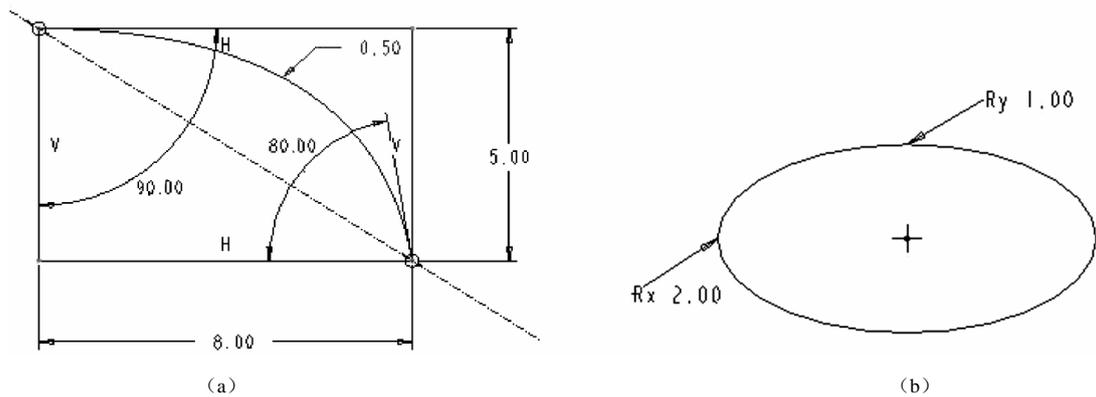

图 2-9 绘制圆锥曲线与椭圆
步骤1 单击工具栏中新建文件  图标，文件名采用默认。单击工具栏中的按钮 ，绘制如图2-9所示的矩形。
(1) 单击草绘命令工具栏中的  按钮。
(2) 选取矩形的左上、右下两个对角点，作为圆锥曲线的起点与终点，移动鼠标到适当位置，单击鼠标左键，完成圆锥曲线的绘制，如图2-9(a)所示，如改变其参数即可得到双曲线、椭圆等各种圆锥曲线。
(1) 单击草绘命令工具栏中的 按钮。
(2) 在绘图区域选择一点作为椭圆的中心点。
(3) 移动鼠标，将椭圆拖动至适当的大小后单击鼠标左键。
(4) 修改椭圆的 X、Y 轴尺寸大小，完成椭圆的绘制（见图 2-9 (b)）。